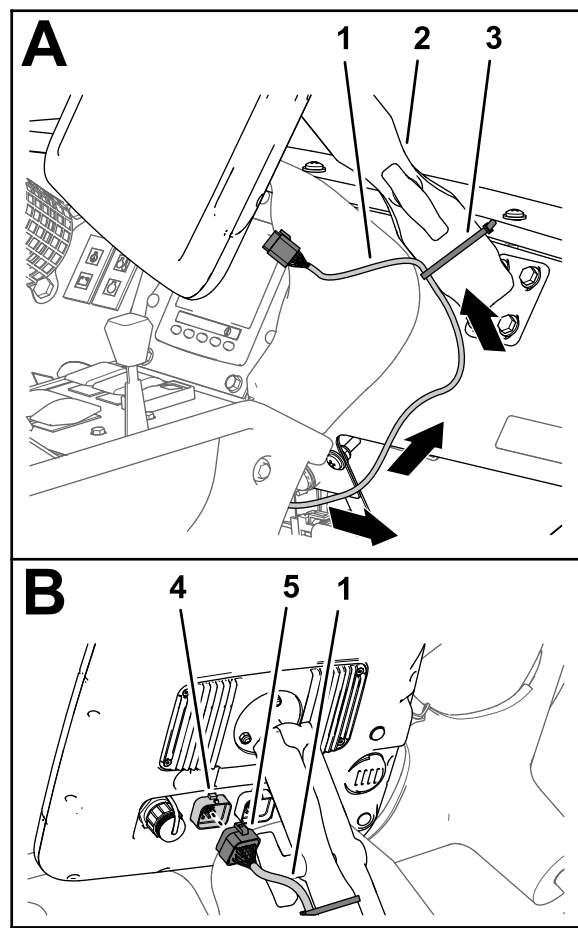

Figura 143
5. Disponete la diramazione da 220 cm del cablaggio dati in alto attraverso l'occhiello che circonda il foro nel cruscotto (Figura 143).
6. Allineate il connettore a 26 prese del cablaggio dati con il connettore a 26 pin del display dell'irroratrice e premete il connettore a presa nel connettore a pin, fino a quando il fermo del connettore non scatta in sede (Figura 143).
7. Fissate la diramazione del cablaggio dati da 220 cm al braccio del monitor con una fascetta (Figura 143).